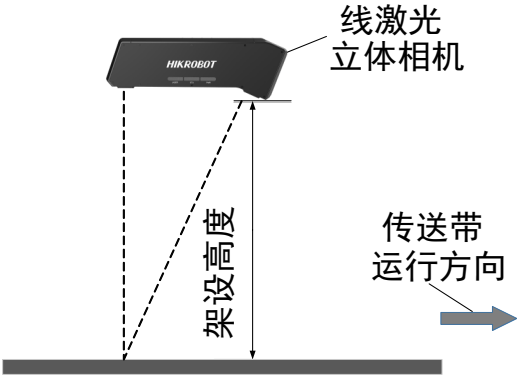
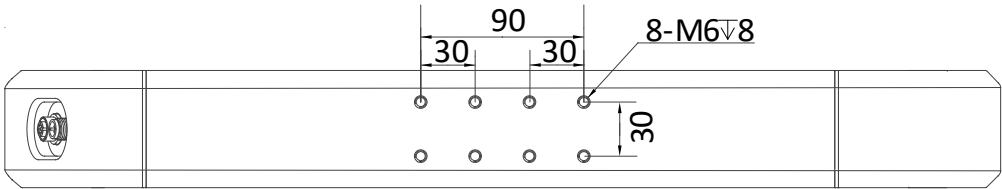
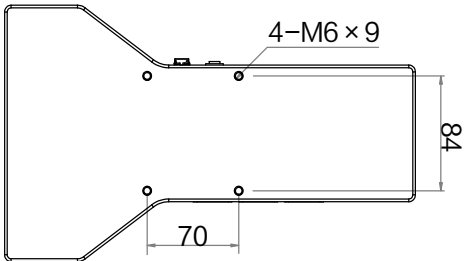

图3-1 设备安装侧视图
图3-2 第一种设备背面螺丝孔
图3-3 第二种设备背面螺丝孔
1. 使用沉头螺丝将安装板安装到设备背面，然后使用 T 型螺栓通过安装板将设备安装到龙门架上，设备安装侧视图如图3-1所示；设备背面螺丝孔目前有两种规格，分别如图3-2、图3-3所示。